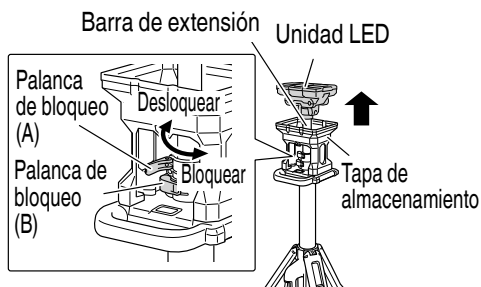

Fig. 11
- (2) Libere la palanca de bloqueo (A) como se muestra en el diagrama, levante la unidad LED aproximadamente 12" (30 cm) y luego vuelva a bloquear la palanca de bloqueo (A) en su sitio. Ahora ajuste el ángulo de la lente. (Figs. 11, 12)